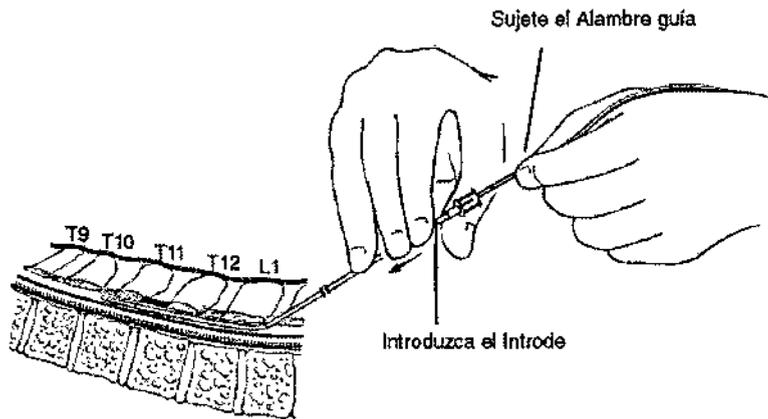

FIGURA 9
6.* Introduzca la guía Introde por el extremo proximal del alambre guía en el mismo ángulo que la aguja anteriormente colocada (no más de 30°) (Figura 9). Con la ayuda de una imagen radioscópica, avance la guía Introde hacia el espacio epidural hasta la posición destino. Quizás sea necesario girar la guía Introde a medida que atraviesa el ligamento amarillo.